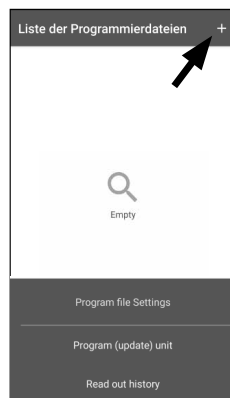

Abb. 96
- ⑤ Um Ihre gewünschten Änderungen bzw. den dazugehörigen Zylinder der Liste hinzuzufügen, tippen Sie rechts oben auf das „+“ (Abb. 96).